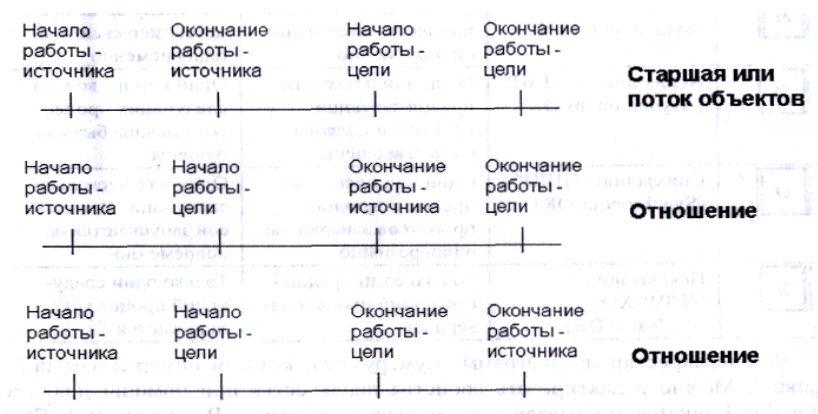

Рис. 87. Временная диаграмма выполнения работ
**Отношение** показывает, что стрелка является альтернативой старшей стрелке или потоку объектов в смысле задания последовательности выполнения работ — работа-источник не обязательно должна закончиться прежде, чем работа-цель начнется. Более того, работа-цель может закончиться прежде, чем закончится работа-источник (рис. 87).